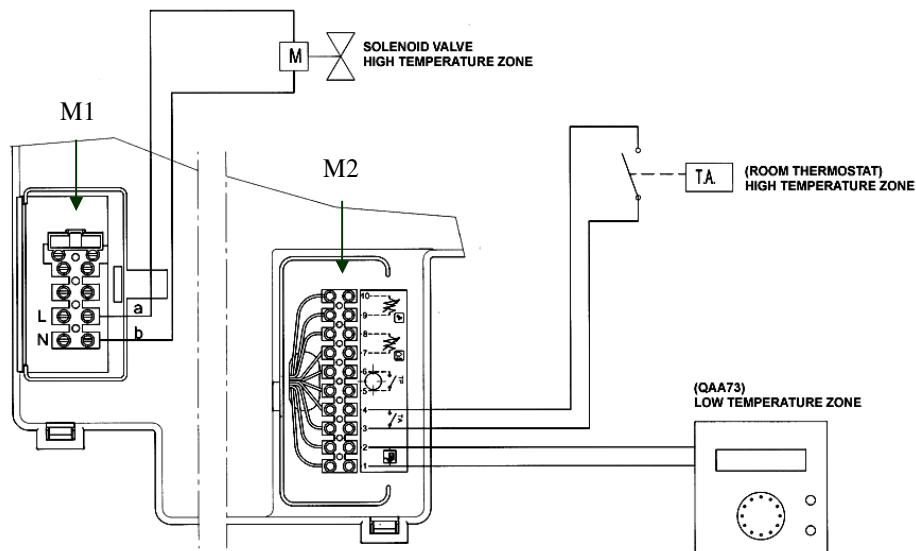

Figure 4
- Temperaturni kontroler QAA73 mora biti priključen na priključak 1-2 of terminal M2 figure 4.